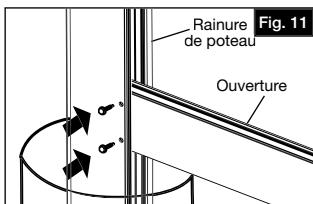

Fig. 11
- Sur le premier poteau, insérer la traverse dans la rainure du poteau. Le bas de la traverse devrait être aligné sur la marque faite à l'étape 1 (70 po/177,8 cm à partir du haut du poteau). S'assurer que l'ouverture dans la traverse est orientée vers le haut. Fixer la traverse en insérant deux vis à tête hexagonale de 3/4 po (19 mm) dans la petite rainure du poteau (Fig. 11).
Pour installer le couvre-poteau (compris dans le kit de poteau), tenir le couvre-poteau à environ 6 po (15,2 cm) du haut du poteau, accrocher un côté sur le poteau, et appuyer sur l'autre côté pour l'enclencher. Glisser le couvre-poteau vers le bas du poteau pour cacher les vis (Fig. 11).
Installer le capuchon sur le dessus du poteau. Au besoin, utiliser un maillet en caoutchouc pour bien enclencher le capuchon (Fig. 11).